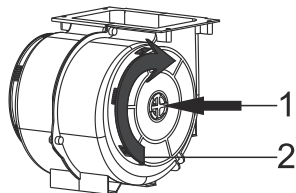

Fig. 6: FILTRO DE CARVÃO AF 100
- 1-Colocar o filtro de carvão no respetivo compartimento.Fig. 6
- 2-Rodar o filtro de carvão no sentido horário e assegurar que está completamente encaixado.Fig. 6